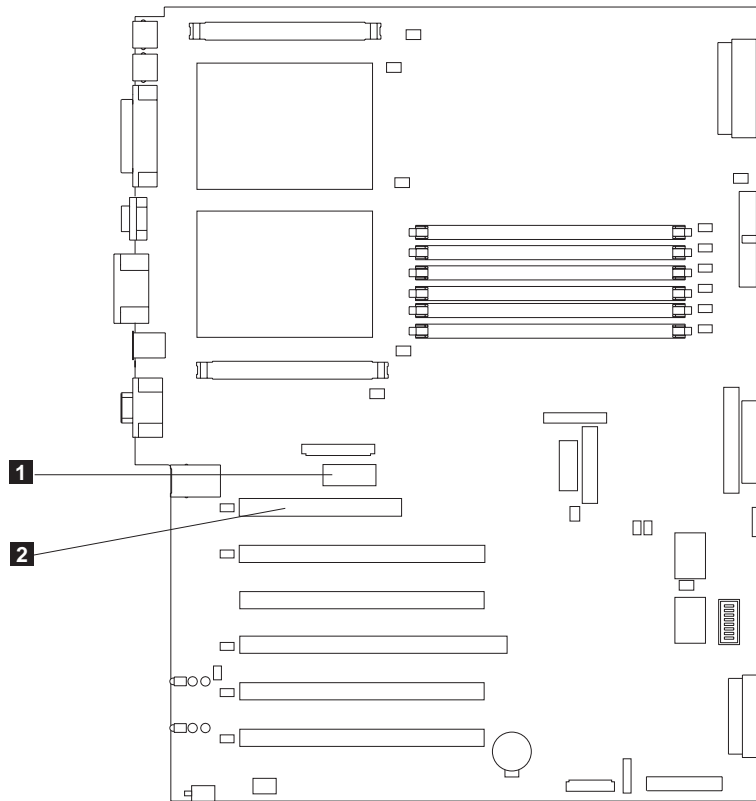

Figura 83. Conectores da Placa Remote Supervisor na placa do sistema
- b. Conecte a outra extremidade do cabo ao conector de gerenciamento do sistema (J27) na placa do sistema. O item **1** na Figura 83 na página 112 mostra a localização do conector de gerenciamento do sistema na placa do sistema.